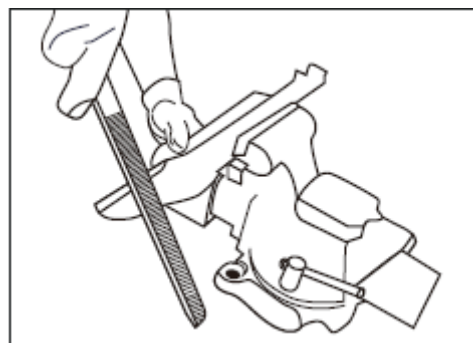

Fig. 17
- Prenda a lâmina num torno (ver fig. 17).